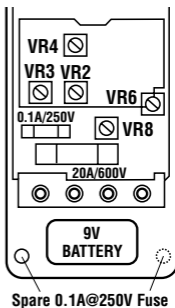

Fig. 5
❶ Remove the rear case by unscrewing the two screws that secure it to the front case. ❷ Fuse Replacement: Locate the mA or 10/20A fuse on Fig. 5 and note its value. Remove blown fuse and replace by an identical one. ❸ Battery replacement: Remove battery and replace with NEDA type 1604 or equivalent 9-volt alkaline battery. ❹ Reassemble the instrument.
❶ Dévissez et enlevez le boîtier arrière. ❷ Changement de Fusible: Localisez le fusible mA ou 10/20A dans la fig. 5 et notez sa valeur. Enlevez le fusible brûlé et remplacez le par un fusible équivalent. ❸ Remplacement de la pile: Enlevez la pile et remplacez-la par une pile alcalin 9V, NEDA type 1604 ou équivalente. ❹ Réassemblez l'appareil.
Warnung: Kalibrierung soll nur durch befugtes Fachpersonal vorgenommen werden. Geräterückwand losschrauben und abheben (Gerät ausgeschaltet und Meßkabel entfernt). Siehe weiterhin Fig. 5. .
Dévissez et enlevez le boîtier arrière (appareil éteint et câbles de mesure enlevés). Référez-vous ensuite à la figure 5.